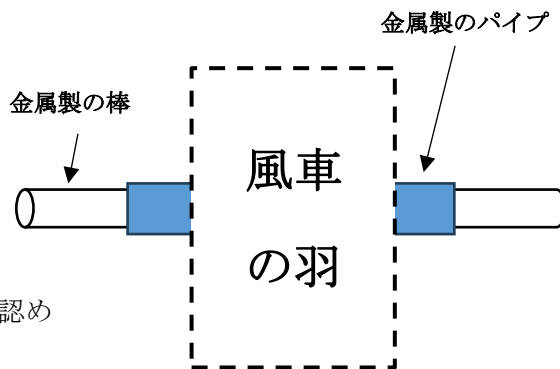

図1 各チームで製作する風車のイメージ
①風車の製作について
- ・図1のように、金属製のパイプに風車の羽を取り付けたものを製作する。（以下、「風車」とする。）